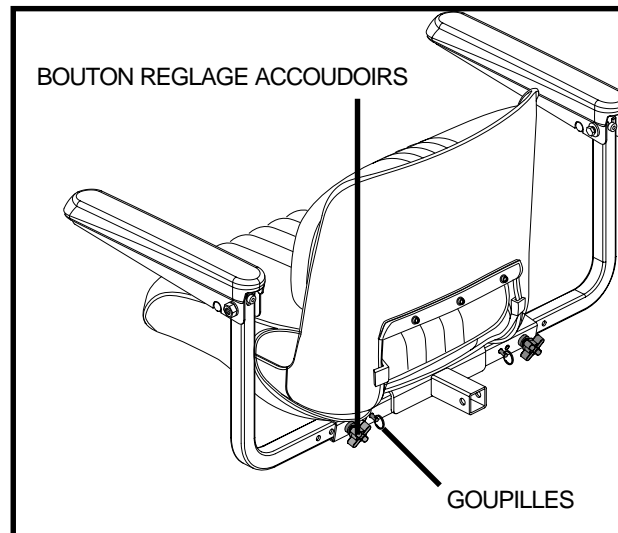

Figure 17A. Réglage largeur accoudoirs
2. Déserrez les boutons de réglage. Voir la figure 17A.